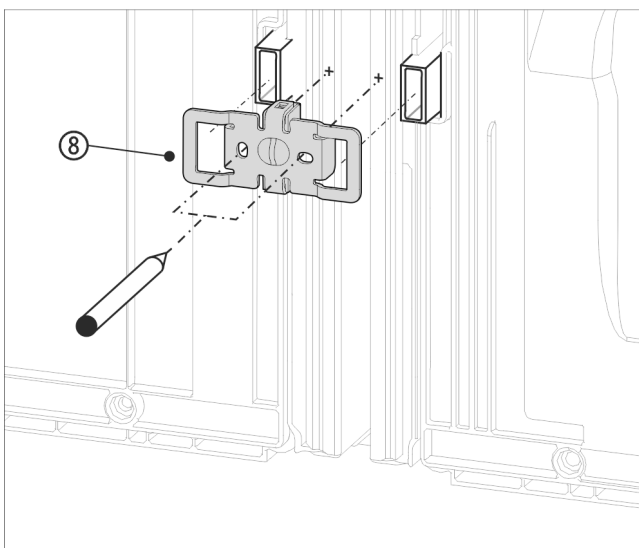

Fig. 17 Példaként szolgáló ábrázolás
- ▶ Tolja rá a rögzítővasat Fig. 17 (8) a bemarásokkal a fali távtartó számára kialakított felvőre.